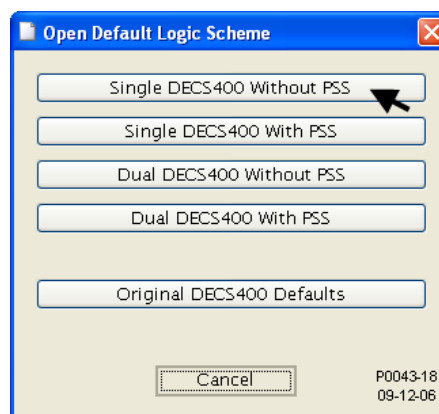

Figure 9-16. Fenêtre d'ouverture du schéma logique par défaut
1. Pour ouvrir le schéma logique « DECS-400 unique sans PSS », cliquez sur **Fichier, Ouvrir un schéma par défaut...** À l'affichage de la fenêtre Ouvrir un schéma logique par défaut, cliquez sur le bouton « DECS-400 sans PSS » (voir Figure 9-16). Dans la boîte de dialogue d'avertissement qui apparaît, cliquez sur **Oui** pour poursuivre l'ouverture du schéma logique sélectionné. Après ouverture de ce schéma, une seconde boîte de dialogue apparaît. Cliquez sur le bouton **OK**.